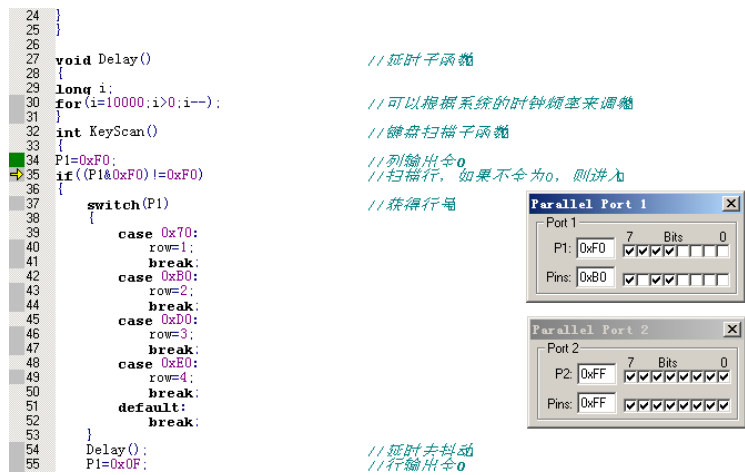

图 23-15 按键的行号输入
(1) 首先按 F11 键，单步执行到扫描行的地方。按照前面的表 23-2 的定义，行号为 2 的输入引脚是 P1.6。因此，将并口 1 仿真面板的 P1.6 端口设置为低电平，如图 23-15 所示。